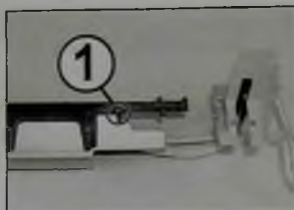

Рис. 11
2. Удерживая металлическое основание, приподнимают правую сторону подложки вверх, до выхода выступов (1 на рис. 11) на ближней и дальней сторонах подложки за пределы металлического основания.